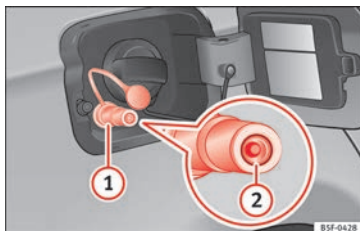

Fig. 227 Tapa del depósito abierta: boca de carga de gas (1), retén de la boca de carga (2).
- Destape la boca de carga de gas » **fig. 227 (1)**.